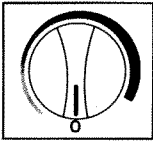

Fig.14
- Pour arrêter le congélateur, (discontinuer le refroidissement) tournez la commande du thermostat à la position "0" (off). Voir la Fig.14.